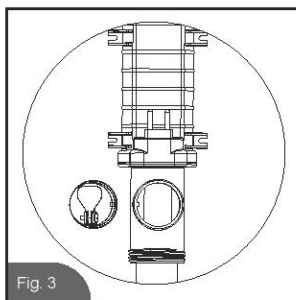

Fig. 3
2. Rimuovere depositi e detriti dalla superficie del sensore di flusso con una manichetta da giardino. (se necessario, utilizzare una spazzola di plastica, ma mai una di metallo) (v. Fig. 3)